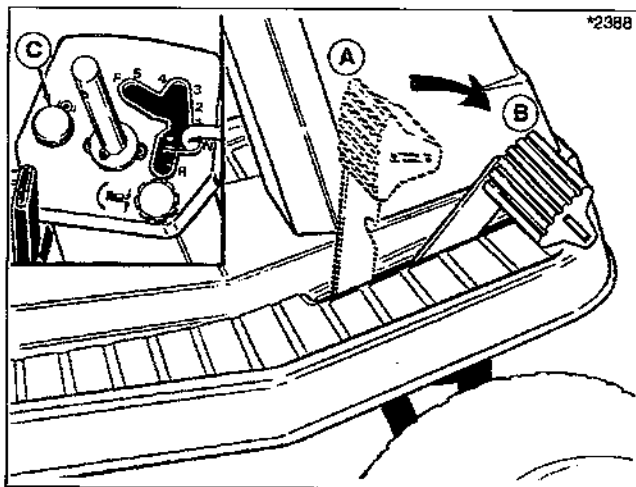

Figure 5. **Embrayage/Frein/Frein de parking**
12. Avant de quitter le **siège**, bloquer le **frein de parking** et **désenclencher** l'embrayage **électro-magnétique** (frein de parking **sur** fig. 5) Ramener la position de l'**accélérateur** à mi-course. Tournez la **clé** sur OFF et otez la **clé**. Attendez que toutes les pièces cessent de fonctionner.
Voir figure 5. Cenclement de la **pédale** de la position A à la position B **débraye** l'entraînement de la machine et entraîne le freinage. Le frein de parking est **opérationnel** en position B, lorsque la manette (C) est tirée et que la pédale est complètement enfoncée.